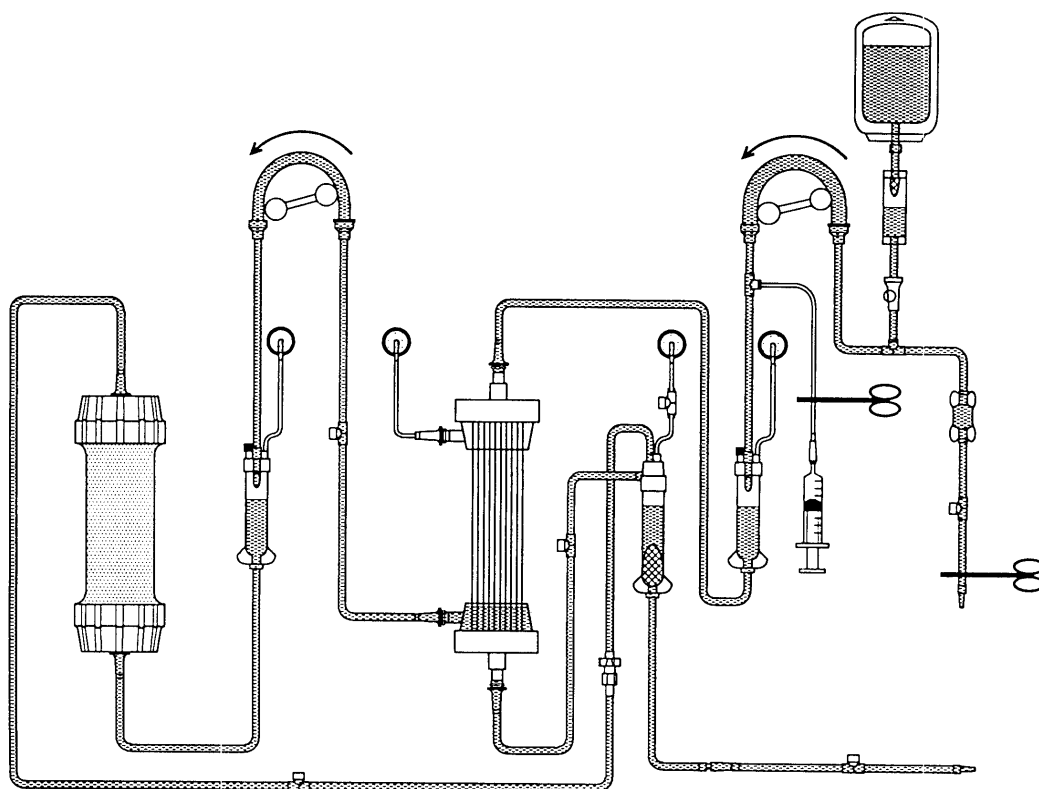

図 19 全体の洗浄
8) 吸着器の洗浄が終了したら血漿回収ラインと静脈側ドリップチャンバーの回収ラインとを接続する。輸液ラインをヘパリン加生食に接続し、プラズマ回路のローリングチューブを血漿分離ポンプにセットする。血液回収ラインのゴム鉗子を外し、血液ポンプと血漿分離ポンプで全体の洗浄を行う(図 19)。